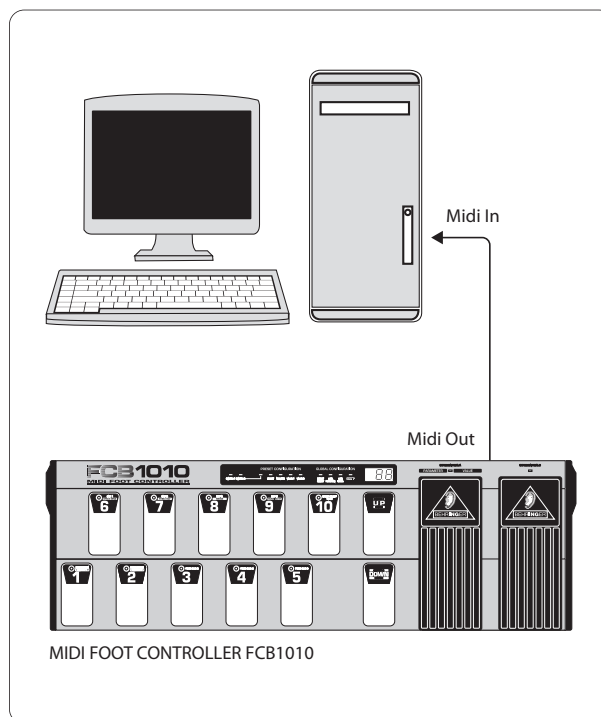

Fig. 2.5: Inviare un SysEx-Dumps
- collegate il MIDI OUT dell'FCB1010 con il MIDI IN del vostro sequencer/computer (vedi fig. 2.5).